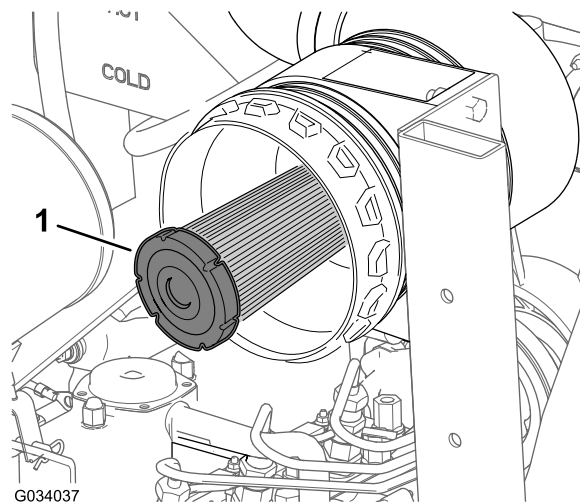

Figura 49
2. Compruebe que no hay polvo o residuos en el filtro de seguridad del limpiador de aire (Figura 49).
Importante: No intente nunca limpiar el filtro de seguridad (Figura 49). Sustituya el filtro de